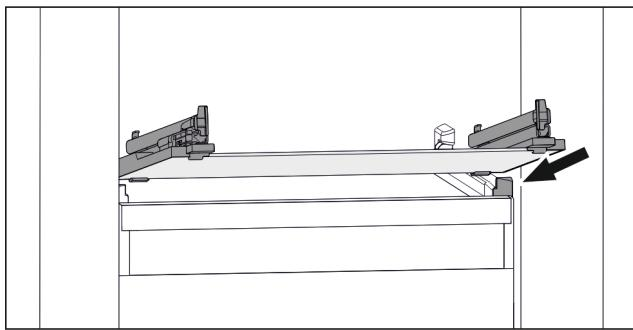

Fig. 109 Reprezentare exemplificativă a plăcii de sticlă
- Așezați placa de sticlă oblic în spatele opritoarelor. (vezi Fig. 109)